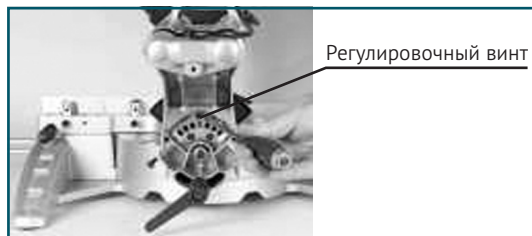

Рис.2
Точная регулировка стопора для поперечного распила 90° (Рис.1.1-1.2; Рис.2)
- Закрепить поворотный стол (17) в положении 0°.
- Ослабьте винт (21) и наклоните корпус двигателя (4) полностью вправо с помощью рукоятки (1).
- Разместите угловой стопор 90° между пильным диском (7) и поворотным столом (17).
- Отрегулируйте регулировочный винт (Рис. 2) до тех пор, пока угол между пильным диском (7) и поворотным столом (17) не станет равным 90°.